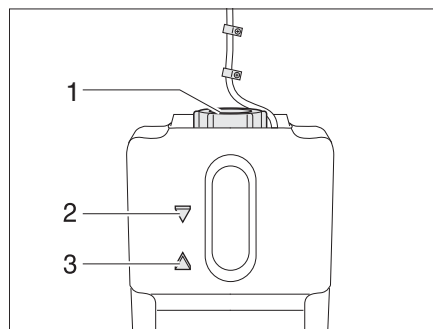

Fig. 308 Vase d'expansion pour le chauffage à eau chaude
- Contrôler si le liquide se trouve entre les marques "MIN" (Fig. 308,3) et "MAX" (Fig. 308,2) sur le vase d'expansion (Fig. 308).
- Ouvrir le bouchon du vase d'expansion (Fig. 308,1).